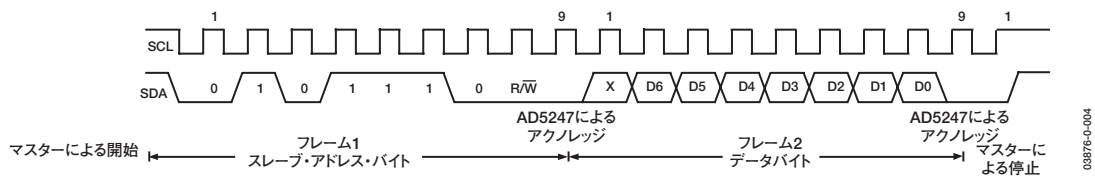
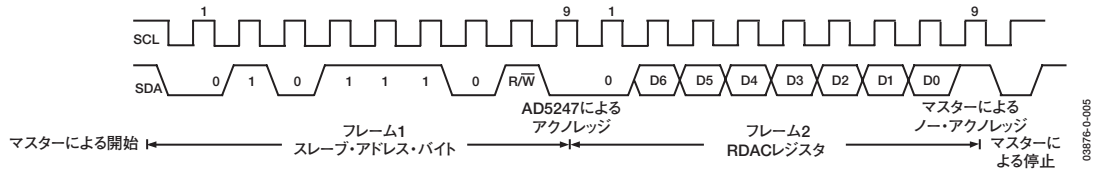

図32. RDACレジスタへの書込み
図33. RDACレジスタからの読出し
1. マスターは、START条件を確立することによってデータ転送を開始します。これは、SCLがハイレベルになっている間に、SDAライン上でハイからローへの遷移が発生したときになります(図32を参照)。次のバイトはスレーブ・アドレス・バイトで、7ビットのスレーブ・アドレスとそれに続くR/Wビット(このビットで、スレーブ・デバイスとの間のデータの読み出し/書き込みを決定します)で構成されます。送信されたアドレスに対応するアドレスを持つスレーブは、9番目のクロック・パルス(アクノレッジ・ビット)中にSDAラインをローレベルにプルすることによって応答します。この段階で、バス上の他のすべてのデバイスはアイドル状態のままになっていますが、選択されたデバイスはシリアル・レジスタへのデータの書き込みまたはシリアル・レジスタからの読み出しを待ちます。R/Wビットがハイレベルの場合、マスターはスレーブ・デバイスから読み出します。R/Wビットがローレベルの場合、スレーブ・デバイスに書き込みます。
3. 読み出しモードでは、スレーブ・アドレス・バイトのアクノレッジの後、シリアル・バスを通じて9つのクロック・パルス(8つのデータビットにアクノレッジ・ビットが続く書き込みモードとは若干異なります)でデータを順番に受信します。同様に、SDAラインでの遷移は、SCLのロー期間中に発生し、SCLのハイ期間中は安定していなければなりません(図33を参照)。
4. データ・ビットの読み出し/書き込みがすべて行われると、マスターによってSTOP条件が確立されます。STOP条件は、SCLがハイレベルの間に、SDAラインがローレベルからハイレベルに遷移することです。書き込みモードでは、マスターが10番目のクロック・パルスの間にSDAラインをハイレベルにプルしてSTOP条件を確立します(図32を参照)。読み出しモードでは、マスターが9番目のクロック・パルスに対してノー・アクノレッジを発行します(つまり、SDAラインはハイレベルのままです)。続いてマスターは10番目のクロック・パルスの前にSDAラインをローレベルにし、その後SDAラインがハイレベルとなってSTOP条件が確立します(図33を参照)。